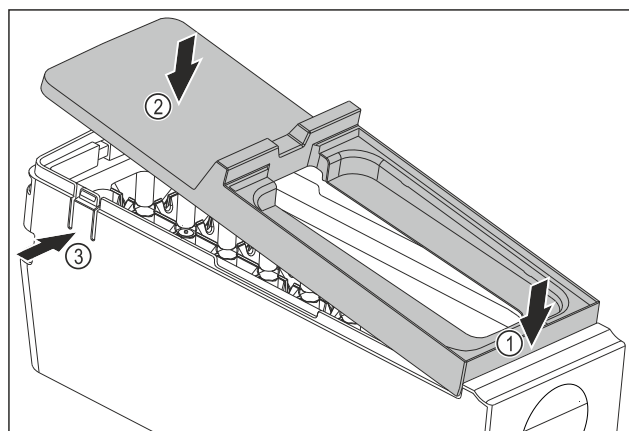

Fig. 79
- Montering af EasyTwist-Ice-legemets afdækning: Påsæt afdækningen foran. Fig. 79 (1)
- Sænk afdækningen bagtil. Fig. 79 (2)
- ▷ Afdækningen går hørbart i indgreb i begge lasker Fig. 79 (3).